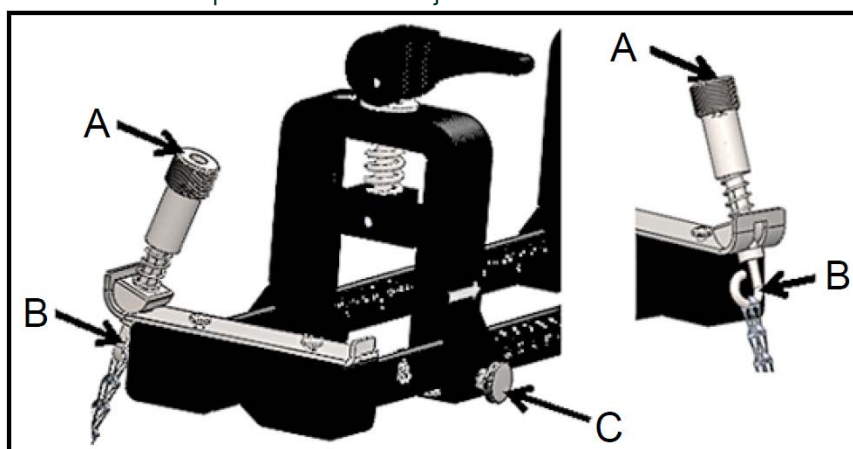

Figura 8: Instalación preliminar del soporte
1. Antes de montar el accesorio con abrazaderas, consulte Figura 8 en la página 10 y proceda de la siguiente manera:
- Asegúrese de que las roscas del mecanismo de la cadena (A) anexos a las placas de las piezas terminales estén totalmente aflojadas.
- Asegúrese de que la última unión de la cadena está insertada dentro de la ranura del tornillo del mecanismo de la cadena (B) en ambos lados de la pieza terminal.
- Asegúrese de que la rosca de apriete manual (C) esté apretada en la abrazadera móvil, con el fin de impedir cualquier movimiento durante el proceso de montaje.